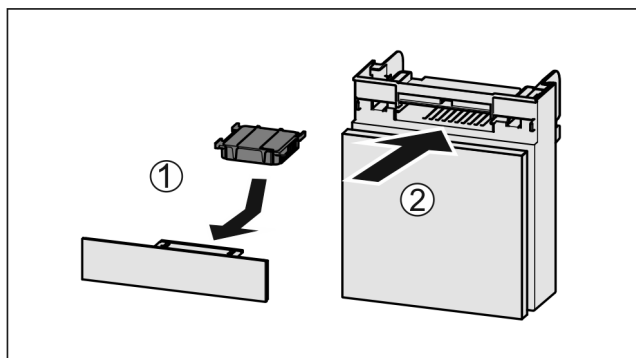

Fig. 154
- Inserire il vano Fig. 154 (2).